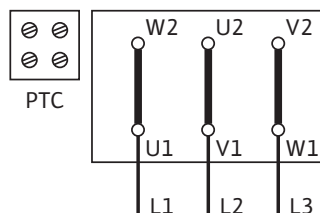

Рис. 35: Пуск Y-Δ (стандарт)
- Схема электроподключения находится в клеммной коробке (см. также рис. 35/36).
Пуск Y-Δ (стандарт)	Удаление соединительных перемычек (рис. 35)